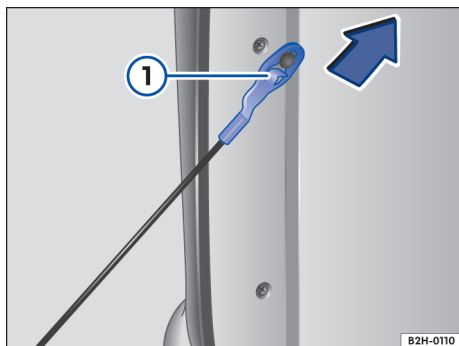

Fig. 53 Desprender os cabos de sustentação da tampa do compartimento de carga.
- Pressionar a tira de proteção no olhal do cabo de sustentação → Fig. 53 ❶.
- Puxar o cabo de sustentação ao contrário da direção da seta até o batente → Fig. 53.